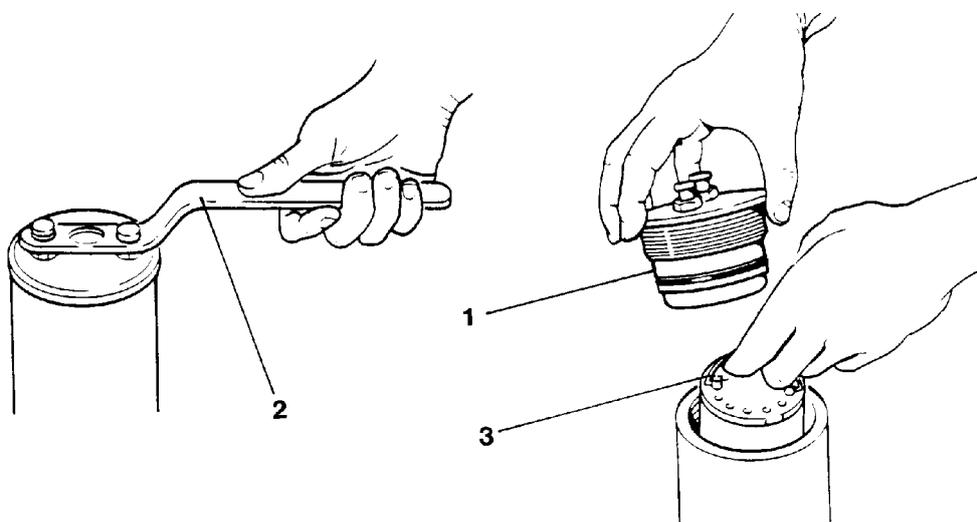

Abb. 32 Patronenwechsel
- Bei Filtersystemen mit **SECURUS**-Überwachung den BNC-Stecker des Koaxialkabels durch leichtes Andrücken und Linksdrehen entriegeln und von der BNC-Kupplung abziehen (siehe Abb. 32).
- Obere Verschraubung (1) mit dem mitgelieferten Spezialschlüssel (2), der eine Aussparung für den Koaxialstecker besitzt, herausschrauben.